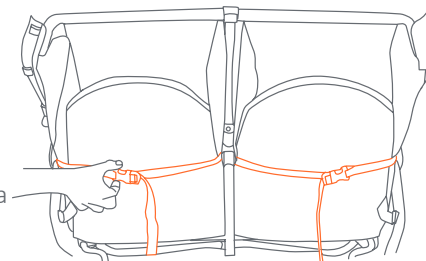
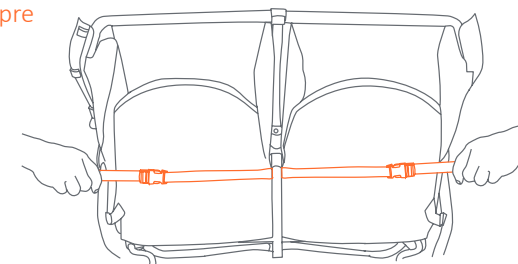

Fig. 9a
Fig. 9b
9) • **Para reclinar el asiento:** suelte la correa por la hebilla y ajústela hasta lograr la posición de inclinación necesaria (Fig. 9a). Para colocar el respaldo en una posición más erguida, empujelo hacia arriba con una mano mientras tira de la correa por la hebilla con la otra (Fig. 9b).